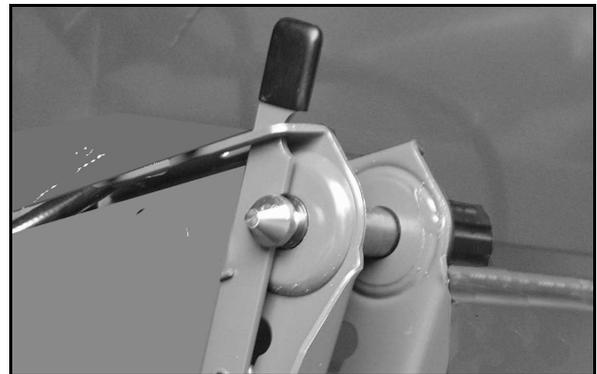

Fig. 46
4. Asegurar los pernos del brazo superior (Fig. 46) con el trinquete de seguridad con muelle de accionamiento autónomo, para evitar que se aflojen involuntariamente.